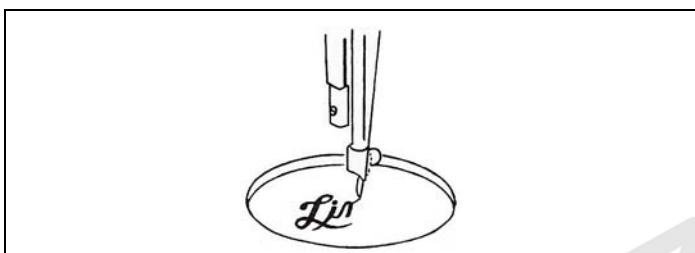

Fig. 27
4. Assegure-se de esticar o material entre os quadros de bordados interno ou externo, caso contrário poderá haver pontos pulados e quebra de pontos ou rugas no material (fig. 27).